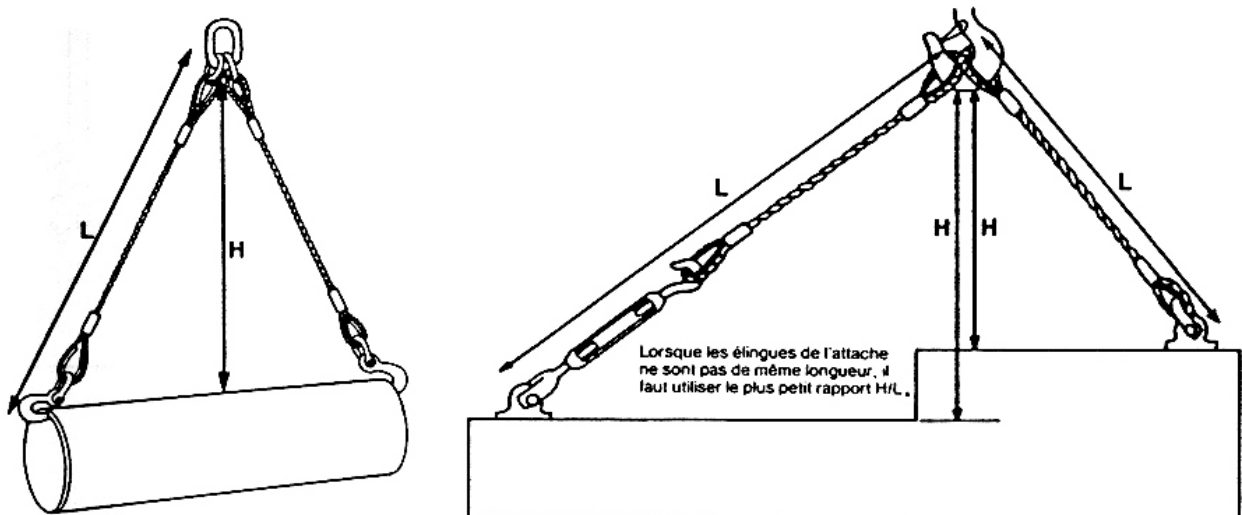

Figure 3 – Evaluation de la capacité des attaches à 2 élingues
- **Attache à plusieurs élingues** (deux, trois ou quatre) : mesurer la longueur de chaque élingue (L) et la distance entre le crochet et la charge (H) (voir figure 3,4 et 5).